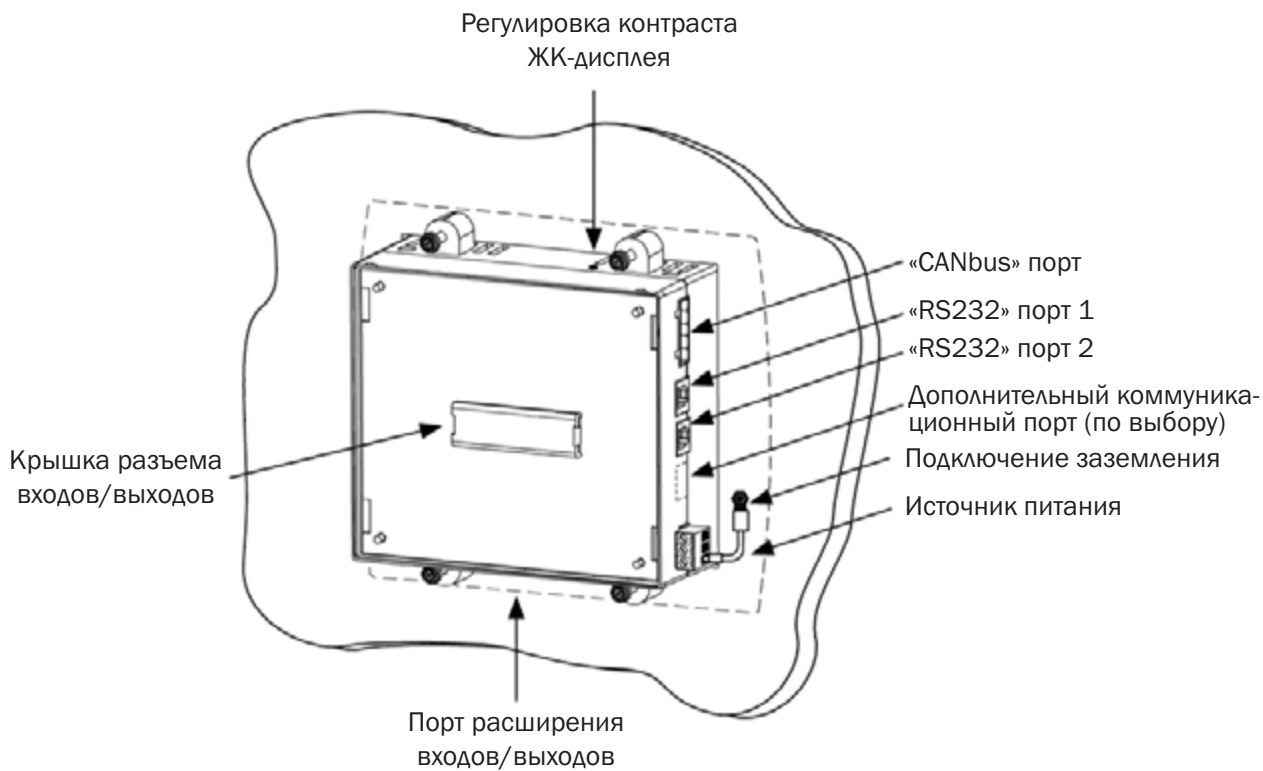
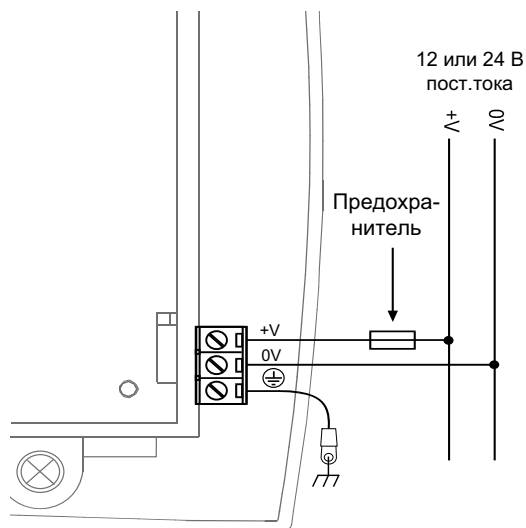

Рисунок 6. Монтаж на панели – Вид сзади
Рисунок 7. Подключение источника питания
Чтобы улучшить рабочие характеристики системы, избегайте электромагнитных помех, монтируя контроллер на металлической панели и заземляя источник питания, как это показано на Рис. 7, стр. 16
Для работы контроллера требуется внешний источник питания 12 или 24 В пост.тока. Допустимый диапазон входного напряжения: 10,2–28,8 В пост.тока, с пульсацией не более 10%. Во внешней цепи необходимо установить предохранитель, как показано на Рис. 7, стр. 16.
- заземления источника питания контроллера, подключая сигнал шасси к панели, как показано на Рис. 6, стр. 14, и подключая клиновидный конец к источнику питания, как показано на Рис. 7 выше.
1. Снимите при помощи лезвия отвертки колпачок, показанный на Рис. 6, стр. 14.
Адаптер позволяет встраивать в систему модули расширения входов/выходов. Подключите кабель расширения входов/выходов в соответствующий порт, расположенный в основании контроллера, подключите кабель с адаптером, и затем подключите к адаптеру модули расширения входов/выходов. Точные указания даны в инструкциях к адаптеру и модулям расширения входов/выходов. Местоположение порта расширения входов/выходов показано на Рис. 6, стр. 14.
Интерфейс «RS232» реализуется через стандартные последовательные порты «RJ-11», расположенные на боковой части контроллера, показанные на Рис. 6, стр. 14.
Порт «CANbus» расположен на боковой стороне контроллера, как показано на Рис. 6, стр. 14. При помощи этого порта можно создать децентрализованную сеть управления для максимум 63 контроллеров. Иногда такую сеть называют мультимастерной сетью. В такой сети «CANbus» допускает обмен данными между ПЛК.